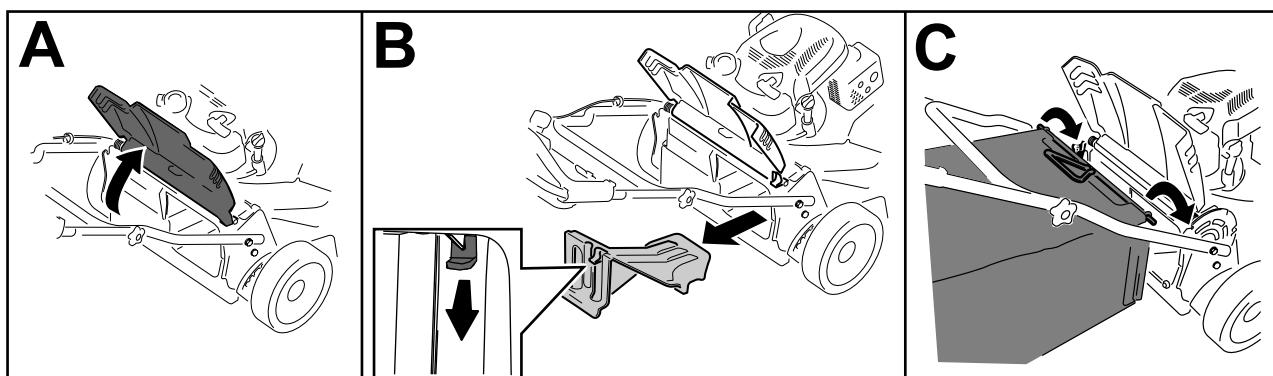

Figura 24
1. Faça subir e mantenha elevado o defletor traseiro (A da Figura 24).
2. Retire o bujão de descarga traseira empurrando o trinco para baixo com o polegar e retirando o bujão da máquina (B da Figura 24).
3. Instale a barra do saco nas ranhuras na base do manípulo e abane o saco para a frente e para trás para assegurar que a barra está encaixada na parte inferior de ambas as ranhuras (C da Figura 24)